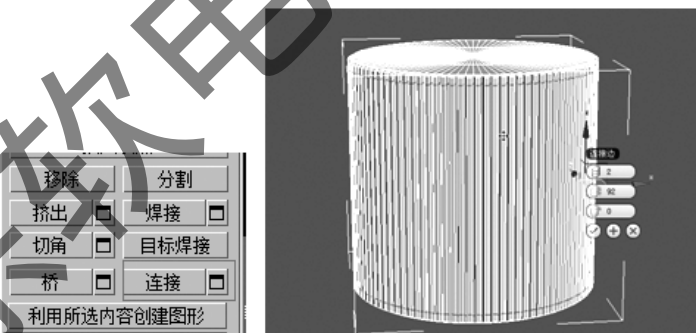

图 4-73 添加线
Step15: 点击“连接”后边的“”设置按钮, 将需要添加的边数设置为 2, 如图 4-73 所示。